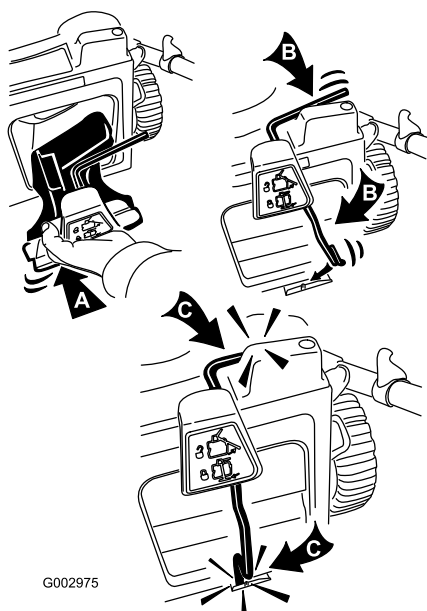

Figura 34
3. Introduzca el tapón de mulching y gire la varilla de cierre hasta que se enganche tanto en la parte superior como en la inferior (Figura 34).